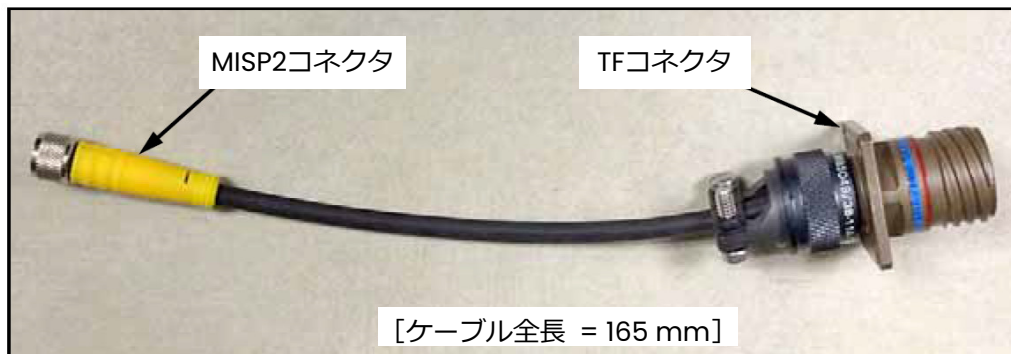

図5：TF-MISP2変換ケーブル
既存の水分測定システムで TF-Series 水分検知プローブを使用している場合、そのプローブ用ケーブルは、MISP2 プローブと共に用いるために適応できる可能性があります。既存のシステムをレトロフィットするために、下図 5 を参照し、以下の各ステップを完了してください。
3. 上図 5 の当社のアダプターケーブル 704-1362-00 を使用して、ケーブルの一端を MISP2 プローブに接続し、他端を TF-Series ケーブルコネクタに接続します。